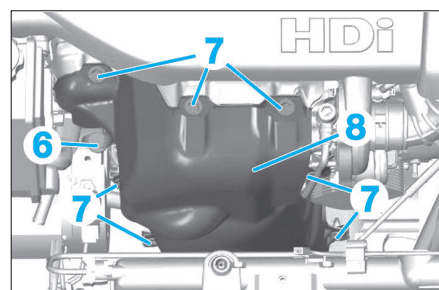

Fig. 3
- la jauge de niveau d'huile (6) (Fig.3),
- les vis (7),
- l'écran thermique (8),